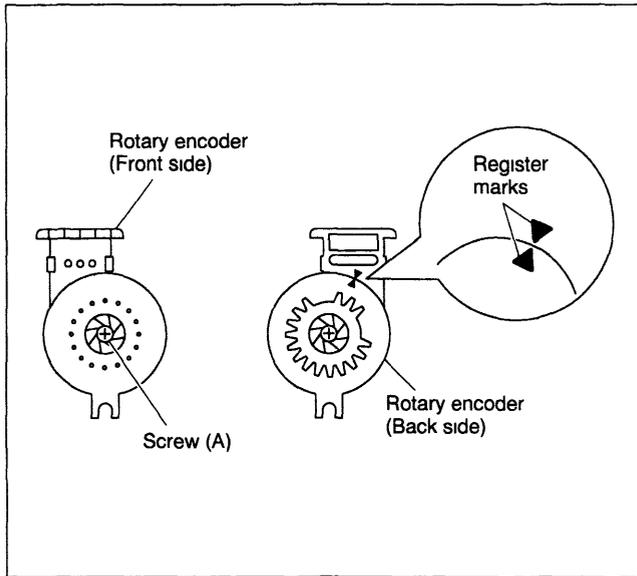

Fig 2-2-18
- (1) Remova o parafuso (A) e remova o encoder rotativo (rotary encoder) puxando-o para cima
- (2) Quando instalando o encoder rotativo, faça com que as marcas estejam alinhadas como indicado na Fig 2-2-18